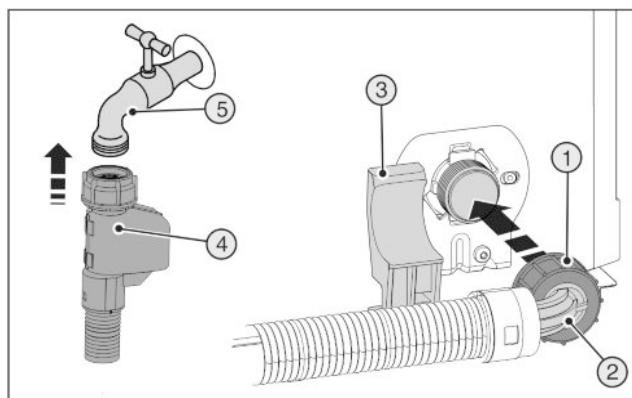

Fig. 21
- ▶ Прямой конец шланга Fig. 21 (4) подсоедините к запорному крану Fig. 21 (5).